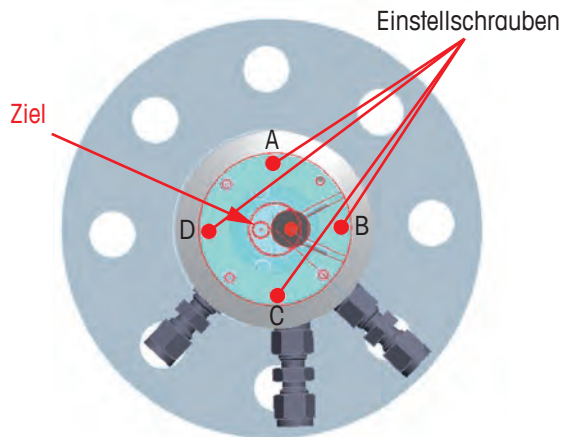

Abbildung 20 Position der Schrauben zum Einstellen des Laserstrahls.
Bei beiden Strahlpositionierungsverfahren erfolgt die Justierung einfach durch Verstellen der vier Einstellschrauben fr den Laserstrahl (Abbildung 20 auf Seite 50). Diese Schrauben liegen vertieft im Flansch des TDL-Kopfes.
Das Laserpointer-Positionierwerkzeug wird auf den Flansch des TDL-Kopfes montiert, wie in Abbildung 20 auf Seite 50 gezeigt.
- 2 Lösen Sie die vier Einstellschrauben für die Justierung des Laserstrahls (siehe Abbildung 20 auf Seite 50).
<p>2 Lösen Sie die vier Einstellschrauben für die Justierung des Laserstrahls (siehe Abbildung 20 auf Seite 50).</p>